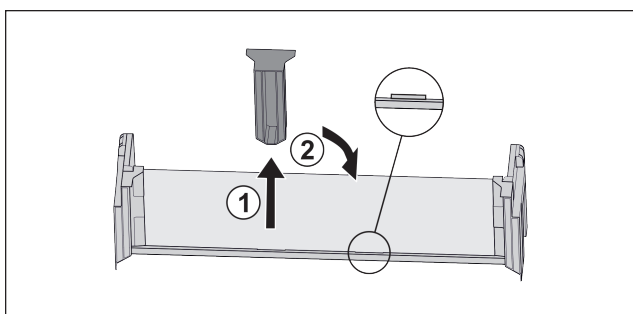

Fig. 79
- ▶ Витягнути середню деталь для підтримки Fig. 79 (1).
- ▶ Вставити середню деталь для підтримки на друге положення Fig. 79 (2).